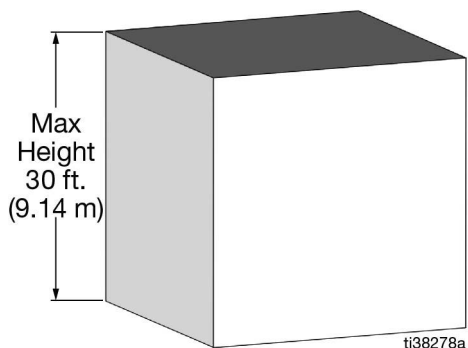
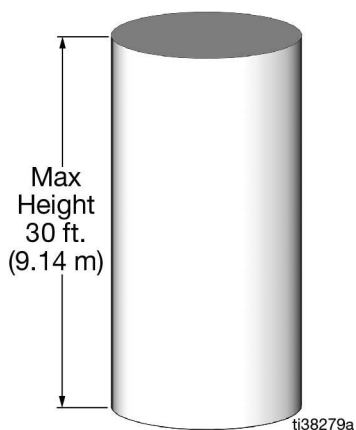

FIG. 14
FIG. 15
- Le pareti del serbatoio devono essere uniformemente verticali, dal livello vuoto a quello pieno (Fig. 14 e Fig. 15).